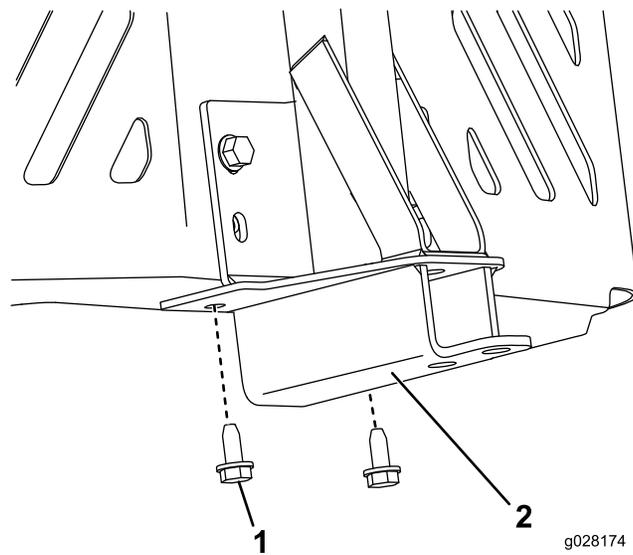

Figure 16
5. Fixez le cadre pivotant au bas du cadre de la machine à l'aide de 2 vis autotaraudeuses (5/16" x 3/4"), comme montré à la Figure 16.
3. Retirez les 2 vis autotaraudeuses du bas du cadre de la machine (Figure 16).